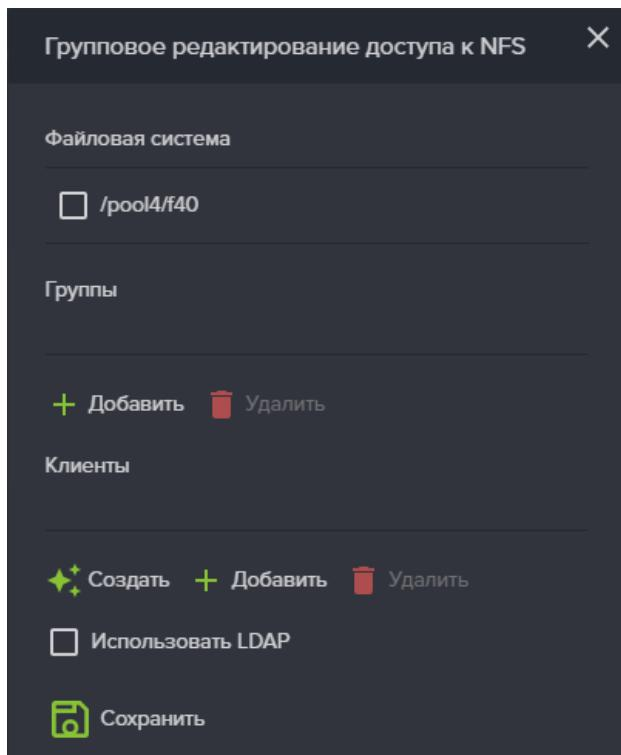

Рисунок 96. Групповое предоставление доступа
- Откроется одноименное окно, изображенное на рисунке ниже (см. Рисунок 96);